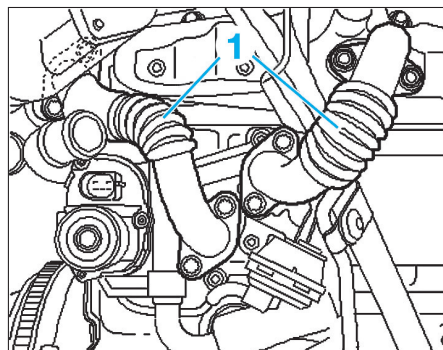

FIG. 106
- les deux raccords (1) (Fig.106),